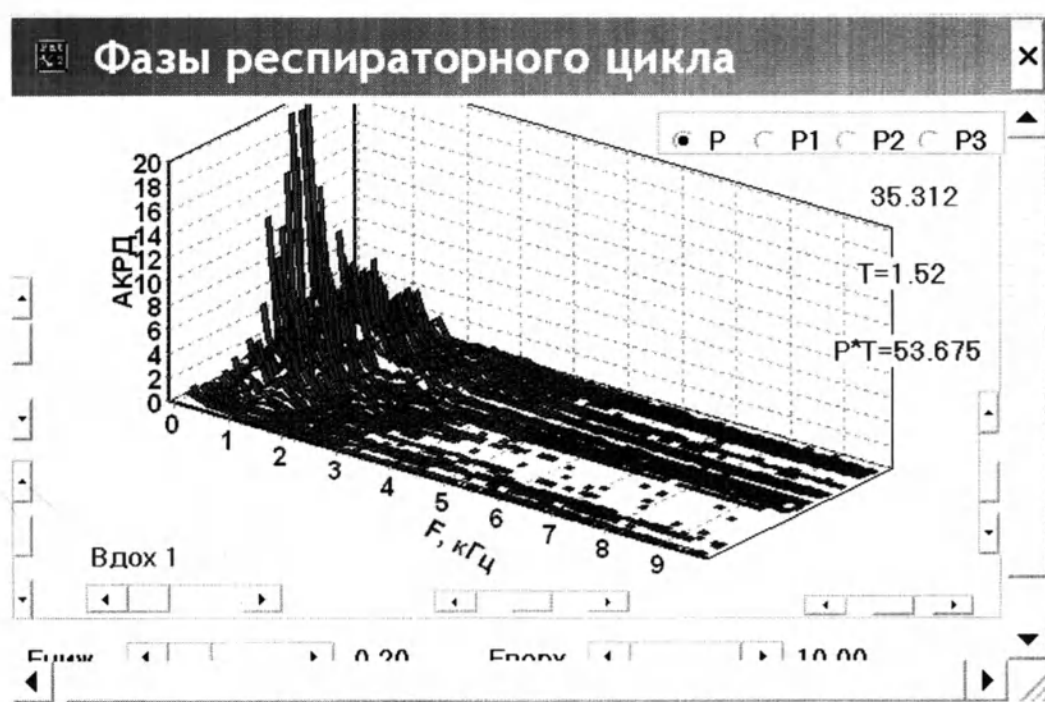

Рис.13 Общий вид фазы «Вдох 1» (активизирована кнопка «Р»)
- «Р» – акустическая компонента работы дыхания (АКРД), затраченная на реализацию рассматриваемой фазы «Вдох 1»; «P1/P» - отношение АКРД, отображаемой в низкочастотной части спектра («зеленая» часть спектра, рис.13) к АКРД, затраченной на реализацию рассматриваемой фазы «Вдох 1»;
- P2/P - отношение АКРД, отображаемой в среднечастотной части спектра («красная» часть спектра, рис.13); P3/P - отношение АКРД, отображаемой в высокочастотной части спектра («синяя» часть спектра, рис.13).
Пользователь может при необходимости расположить таблицу характеристик и графическое представление выбранной фазы респираторного цикла для сравнения (рис.12.1). Используются окна «Характеристики дыхания» и «Фазы респираторного цикла». В качестве примера на рис.13 показано графическое представление фазы «Вдох 1», характеристики которого приведены на рис.12.1.